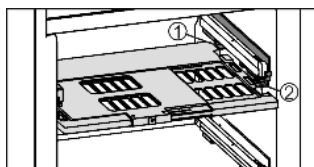

Fig. 16
- ▶ Założyć płytę regulacji wilgotności: Ramiona pokrywy płyty wprowadzić od dołu do tylnego uchwytu Fig. 16 (1) i zażebić z przodu w uchwycie Fig. 16 (2).